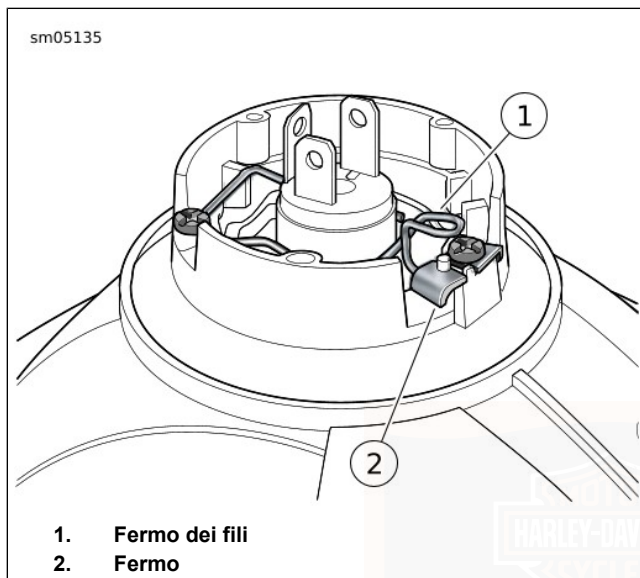

Figura 63. Fermo dei fili
3. Vedere Figura 63. Rilasciare il fermo dei fili (1) dal fermo (2). Girare il fermo dei fili in modo che non intralci il lavoro.
6. Vedere Figura 63. Ruotare il fermo dei fili (1) portandolo in posizione ed attaccarlo sotto il bordo del fermo (2).